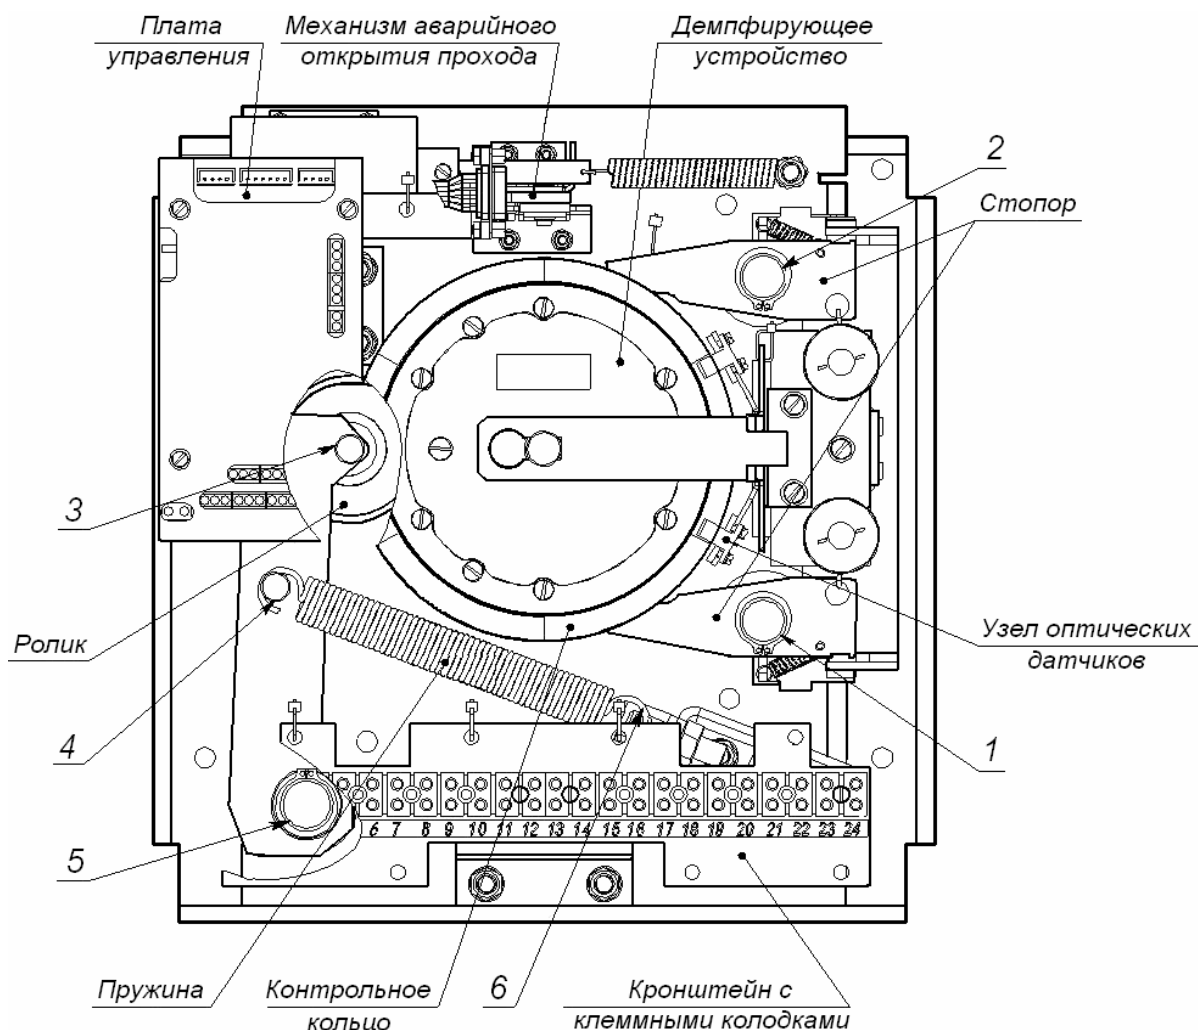

Рисунок 14. Расположение внутренних деталей и узлов механизма турникета
4. Проведите визуальный осмотр устройства доворота (толкателя, пружин и ролика), оптических датчиков поворота преграждающих планок и демпфирующего устройства (см. рис. 14).